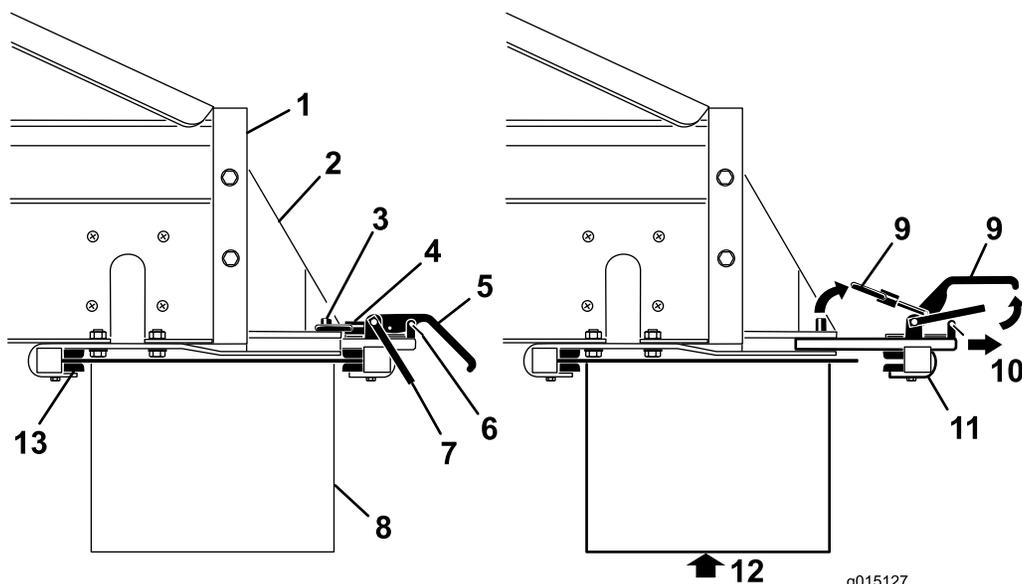

Figure 29
1. Retirez les clips des verrous de sécurité sur les poignées des fixations (Figure 29).
2. Levez le verrou de sécurité, puis levez les poignées des fixations d'accessoire et dégagez les bagues de blocage des goupilles de blocage (Figure 29).
3. Sortez la fixation rapide arrière des fentes de montage (Figure 29).
4. En vous faisant aider par une autre personne, insérez le bord avant du Twin Spinner vers le haut et sous l'arrière du MH-400 dans les fixations avant sur les supports (Figure 29).
5. Tout en soutenant le Twin Spinner, glissez la fixation arrière dans les fentes des supports et par-dessus le bord arrière (Figure 29).
7. Reposez les clips des verrous de sécurité sur les poignées des fixations (Figure 29).